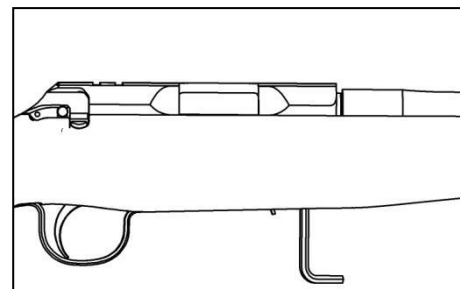

рис.6
- Торец ствола должен плотно прилегать к торцу ствольной коробки. Если этого не произошло и расстояние между торцами 2-3мм – прокрутите немного ствол в обе стороны, слегка надавливая на ствол в направлении ствольной коробки. Если это не помогает – выньте ствол и убедитесь, что вырезы на стволе направлены вниз и повторите операцию (рис.6).